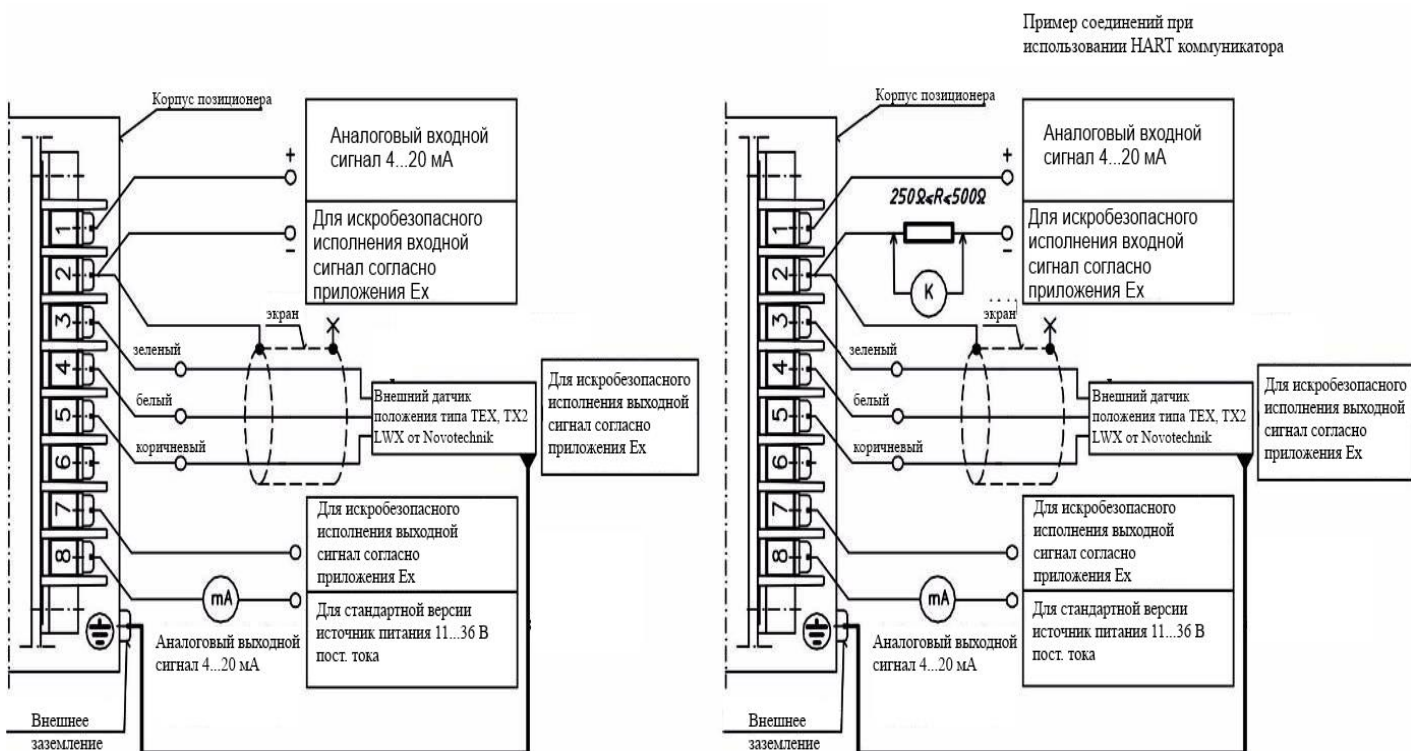

Рис. 21b. Место подключения для исполнений с внешним датчиком смещения, если:
- Если вторая клемма экрана кабеля отделена от корпуса потенциометра (рис. 21b), то рекомендуется соединять корпуса позиционера и потенциометра с помощью внешнего провода.